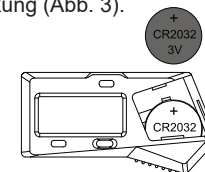

Abb. 2
- Legen Sie die CR2032-Batterie in das Batteriefach ein, wobei die positive Seite der Batterie (+) nach außen zeigen sollte (Abb. 2).